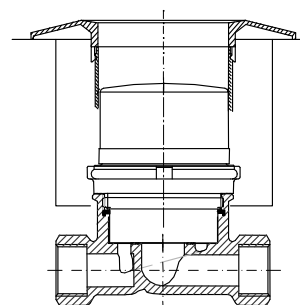

Abb. 3
Der Minomuk Messkapselzähler für das Sensus Residia-MUK Unterputzzählersystem (vormals PolluMUK) besteht aus dem Messeinsatz für kaltes oder warmes Wasser und einer Rosette die auf die Wasserzählerhaube aufgesteckt wird. Für Einbautiefen über 80 mm kann diese Rosette mit Rosettenverlängerungsringen in Schritten von 20 mm verlängert werden (siehe Abb. 3).
- 1.15 Rosette auf die Zählwerkshaube bis zum Anschlag schieben (siehe Abb. 3).